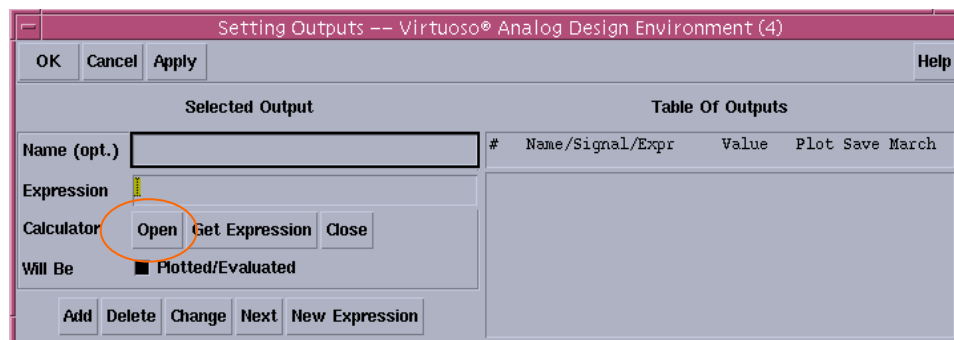

图 3.4
5、在 Analog Design Environment 窗口中点 output→setup 弹出如图 3.4 对话框
6、在图 3.4 对话框中点 Open, 打开 Calculator 对话框